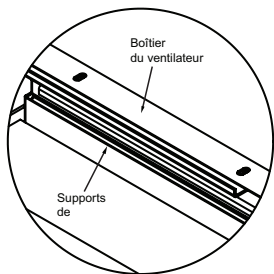

Figure 3
3. Avec le registre fixé au boîtier du ventilateur, l'assemblage peut être fixé à la structure au plafond avec les trous dans le boîtier du ventilateur ou les supports de fixation fournis. Si vous utilisez les supports de fixation, positionnez-les sous les brides de fixation du registre ou sous le boîtier du ventilateur, comme nécessaire. Positionnez l'encoche pour l'aligner avec les trous dans le boîtier du ventilateur et/ou ceux dans les brides de fixation du registre (Voir Figure 3). Si le registre/ventilateur est fixé à la structure adjacente, utilisez et ajustez les supports en fonction. Si le registre/ventilateur est soutenu par la structure au plafond, ajustez les supports pour que les bouts des fixations s'alignent en fonction. Une fois les fixations ajustées, fixez-les à la bride du boîtier du ventilateur au moyen de quatre écrous #10-32 fournis. Deux attaches par côté au minimum sont nécessaires.